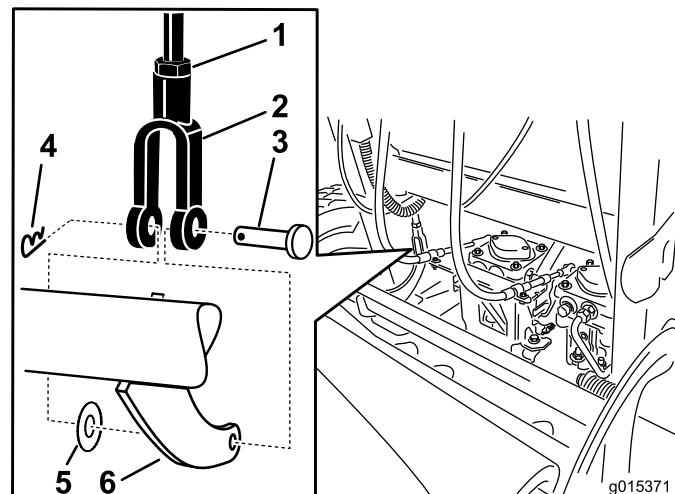

Figure 72
5. Pour régler le frein, retirez la goupille fendue et l'axe de chape du levier de frein inférieur et de la chape (Figure 72).
6. Desserrez l'écrou de blocage (Figure 72).
7. Tournez la chape (Figure 72).
8. Fixez la chape au levier de frein inférieur avec la goupille fendue et l'axe de chape (Figure 72).
9. Resserrez l'écrou de blocage (Figure 72).